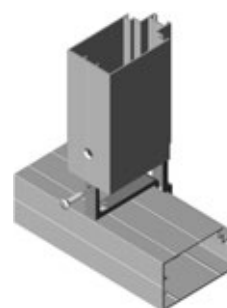

Рис.1
2. Для повышения надёжности соединения вертикальная стойка – усиленный кронштейн АУРС.111.0953, предусмотрена возможность их фиксации друг относительно друга с помощью самонарезающего винта с потайной головкой (рис.1).